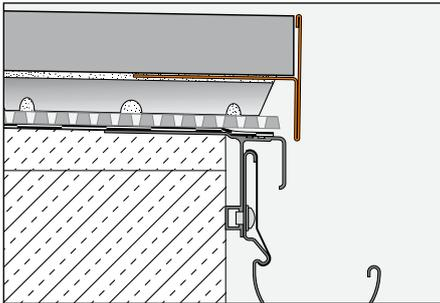

Fig. 3
3.3 Si se utilizan los pedestales Schlüter-TROBA-STELZ-MR (fig. 3), el perfil BARA-RT/BARA-RTC se inserta en los puntos de mortero. El perfil de remate cubre el lateral abierto del pavimento. A continuación, se colocan las baldosas autoportantes sobre los pedestales.